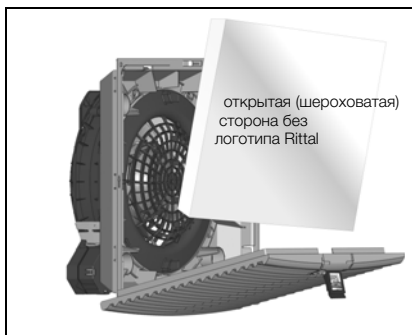

Рис. 7: Установка стандартной фильтрующей прокладки
- Обратите внимание, что открытая сторона (без логотипа Rittal) была направлена в сторону решетки (см. рис. 7)